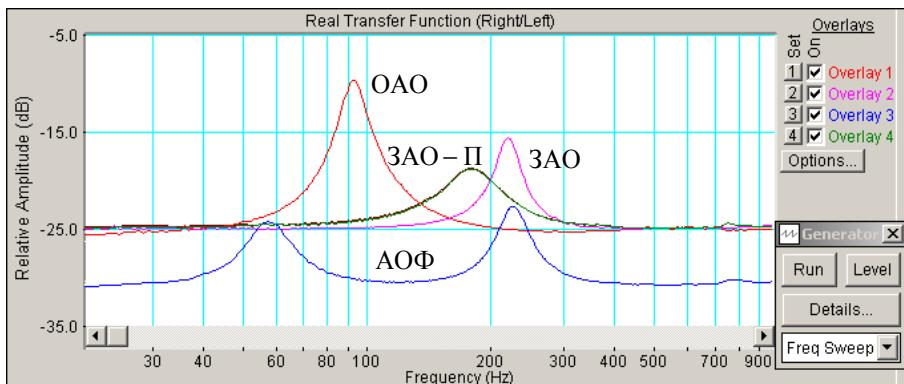

Рис.6.13.. АЧХ головок громкоговорителей с различным акустическим оформлением
**5.3.4.** Скопируйте график частотных характеристик импеданса всех громкоговорителей (рис.6.13) в файл вашего отчета.